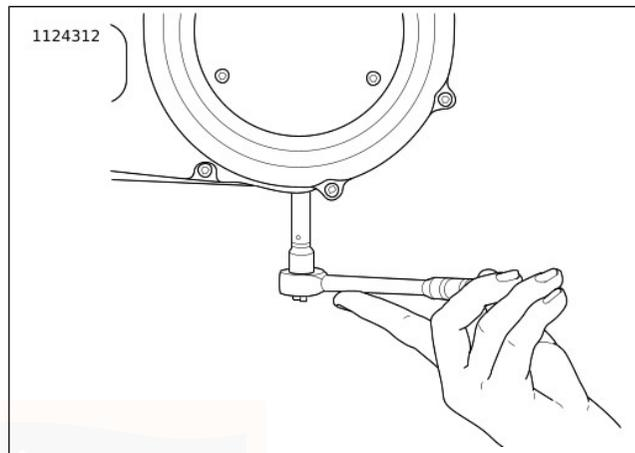

Figura 46. Extracción/instalación del tapón de drenaje del guardacadena
3. Vea la Figura 46. Drene el guardacadena primario.